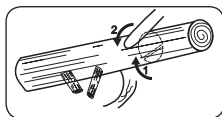

Рис. 13B
2. В случае, когда ствол опирается одним концом: сначала выполните срез снизу до 1/3 диаметра ствола во избежание раскалывания. После этого закончите срез сверху, так, чтобы он совпал с первым срезом и во избежание заклинивания (Рис. 13B).